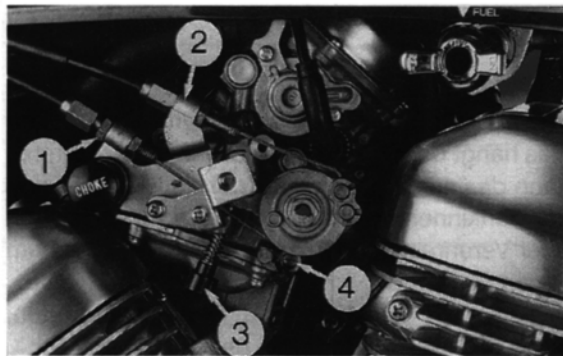

Bild 5
- Grössere Einstellungen am unteren Einsteller (am Vergaser/Bild 5) vornehmen. Zum Einstellen des Spiels Gegenmutter lösen und Einsteller drehen. Anschliessend wieder kontern.
- An beiden Einlass-Kanälen (Bild 5) Unterdruckschläuche der Messuhren anschliessen.